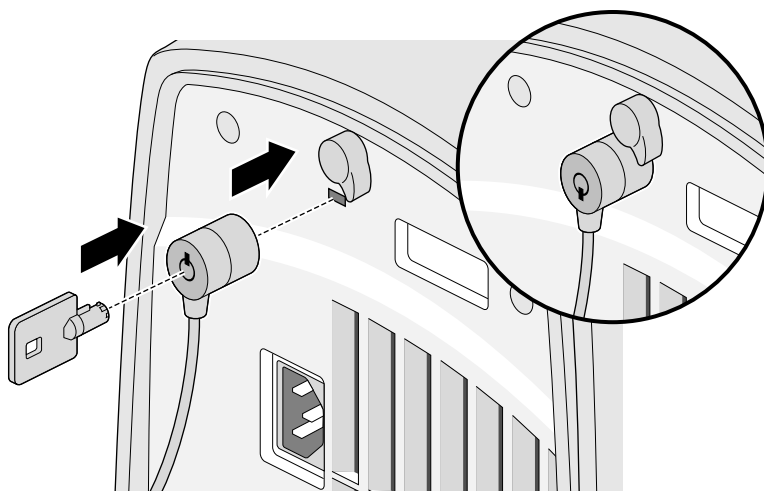

Figura 2-9 Bloqueando o sistema
2. Insira o bloqueador Kensington com a sua respectiva chave no orifício, embaixo da presilha, e gire a chave. Remova a chave, como mostrado na Figura 2-9.